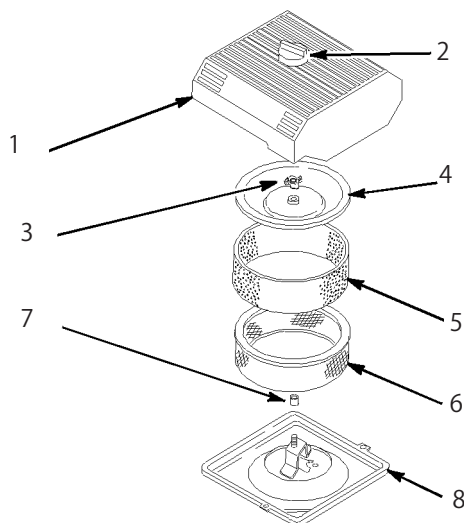

図31
3. エア・クリーナを外したときエンジン内部に異物が入らないよう、周辺をきれいに拭く(図31)。
4. エア・クリーナのカバーのノブをゆるめてカバーを外す(図31)。
5. ペーパー・エレメントからスポンジ・エレメントを注意深く取り外す(図31)。
6. カバー・ナットを外し、カバーとペーパー・エレメントを外す(図31)。
1. ペーパー・エレメントにスポンジ・エレメントを注意深く取り付ける(図31)。
3. カバー・ナットを取り付けて指締めする(図31)。